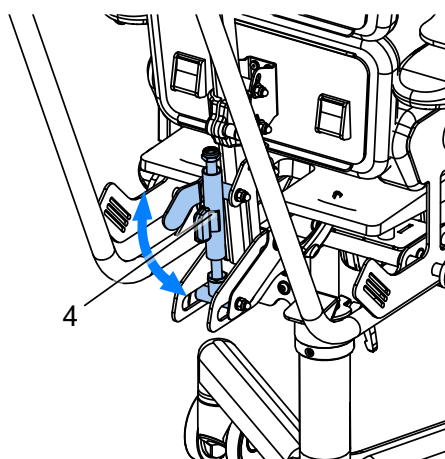

Fig. 9
Per modificare l'angolazione dello schienale, la leva (4) Fig. 9 deve essere ruotata e tenuta in quella posizione. Una volta ottenuta manualmente l'angolazione desiderata, rilasciare la leva.